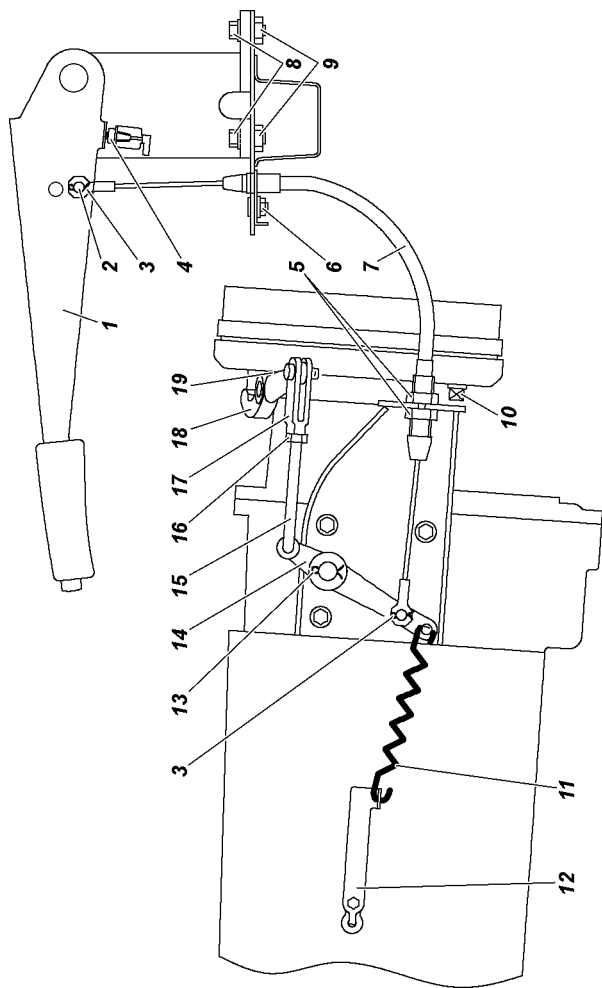

Рис. 9.28. Привод стояночного тормоза:
2. Переместите рычаг стояночного тормоза 1 (рис. 9.28) в крайнее нижнее положение.